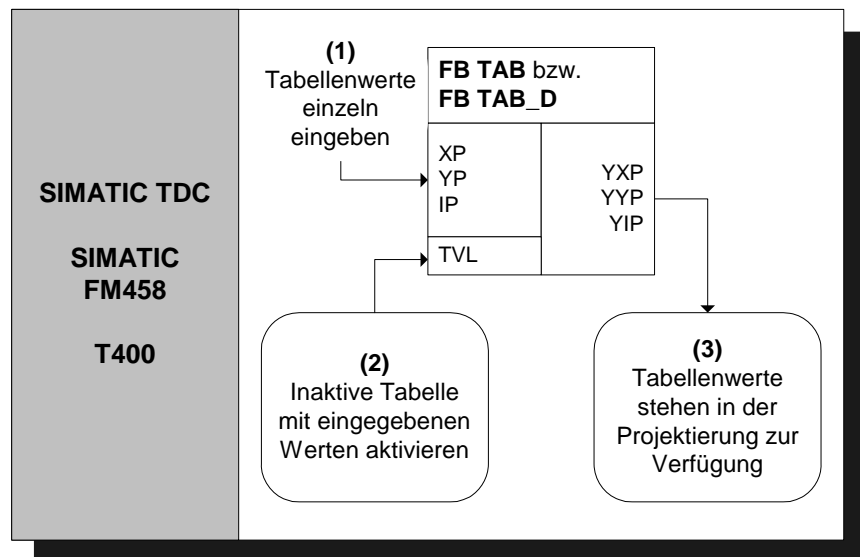

Bild 3-52 Prinzipielle Vorgehensweise im „Handbetrieb“
- **Handbetrieb:** d.h. die Tabellenwerte werden direkt über eine Online-Schnittstelle (z.B. CFC im Testmodus) am Baustein eingegeben oder mittels Teach-in aus dem Programm heraus an den Baustein weitergegeben. (Vgl. Bild 3-52)